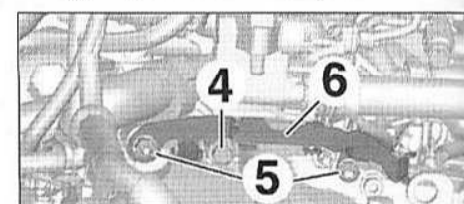

FIG.66
- Déposer (Fig.66) :
- l'écrou (4),
- les vis (5),
- le support (6) du faisceau électrique.